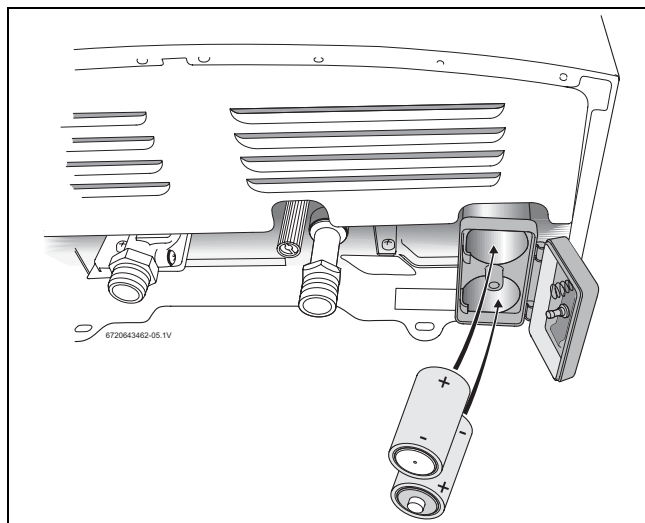

Fig. 16 Colocação das pilhas
- Introduzir corretamente as pilhas LR20 de 1.5 V (→ Fig. 16).